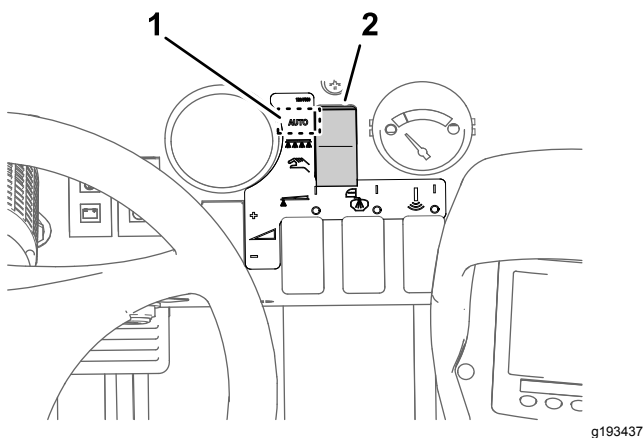

Figure 40
3. Placez le secteur de mode du pulvérisateur en position Mode débit d'application (Figure 40).